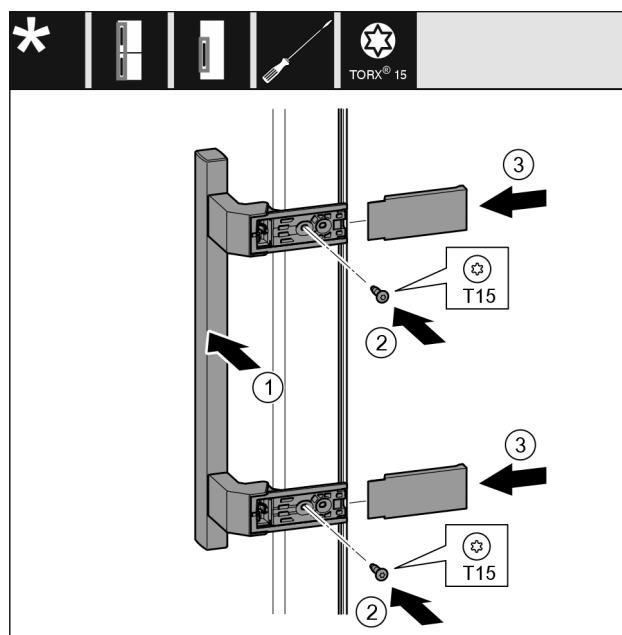

Fig. 43
- Placer la poignée Fig. 43 (1) du côté opposé.
- Serrer les vis Fig. 43 (2) avec un tournevis.
- Placer les caches Fig. 43 (3) sur le côté et les faire glisser.